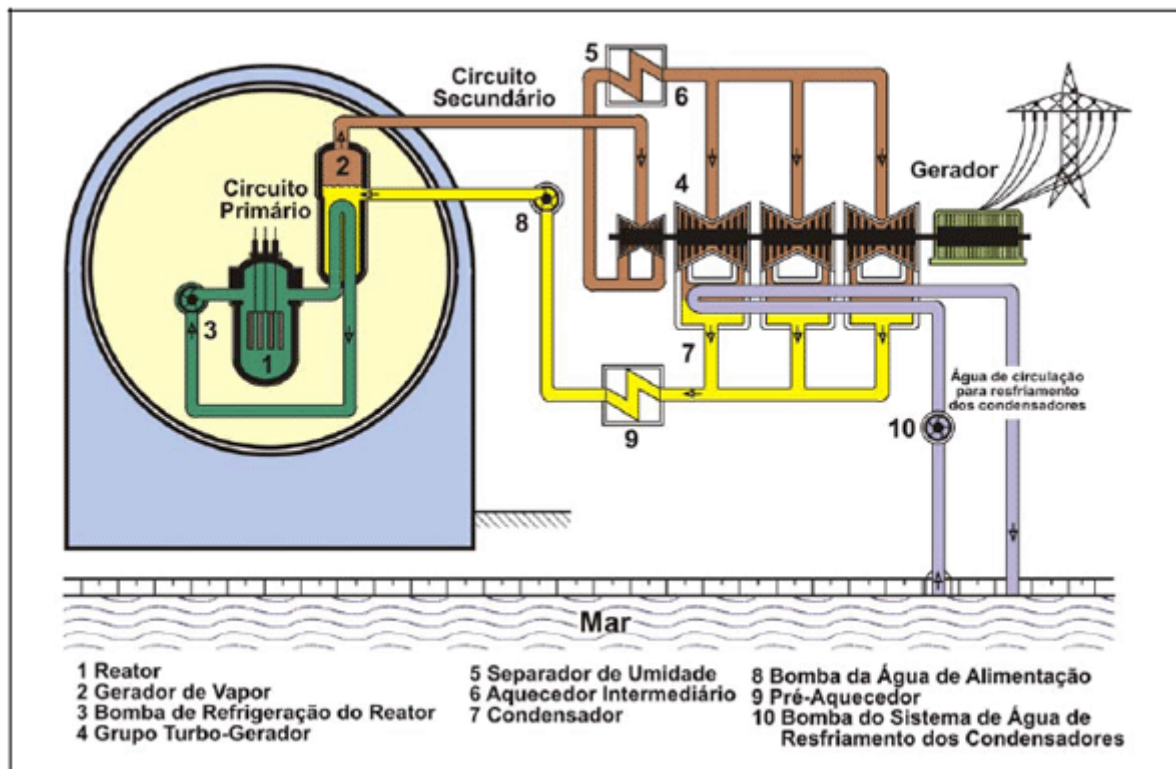

Figura 8 Esquema de uma usina tipo Angra III
Um ponto a salientar é que cada ultracentrífuga produz um enriquecimento diminuto, de modo que para passar de 0,7% para 4%, é necessário montar uma cascata de ultracentrífugas. Na figura 8, mostramos um esquema de uma ultracentrífuga para o enriquecimento de urânio, juntamente com a sugestão de uma cascata.
Na figura 8 apresentamos um diagrama esquemático de uma central tipo Angra 3. O reator nuclear (1) contém os elementos combustíveis, que são constituídos por varetas de Zircaloy (liga especial de Zircônio e Estanho), onde estão empilhadas as pastilhas de urânio enriquecido. A bomba de refrigeração do reator (3) retira o calor gerado pela fissão do urânio, que aquece a água, e essa água aquecida é levada ao gerador de vapor (2), onde será gerado o vapor que acionará as turbinas (4). As turbinas a vapor acionam o gerador, que fornece a energia elétrica à torre de transmissão.